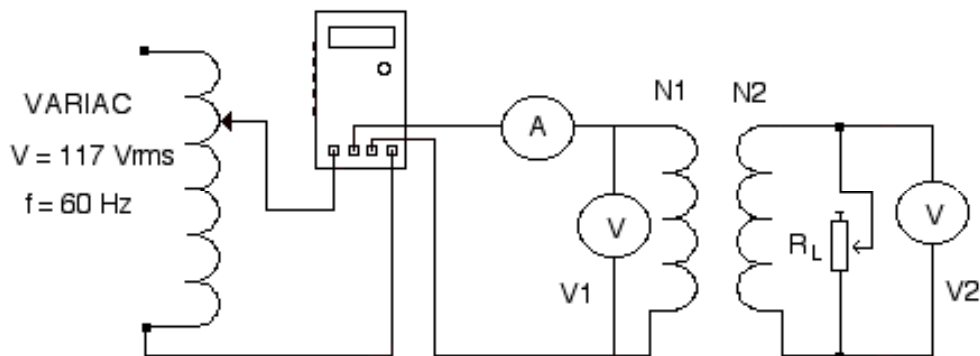

Figura 8.6.- Circuito para realizar las pruebas de carga del transformador
32.- Para realizar las pruebas de carga del transformador, monte el circuito de la figura 8.6.